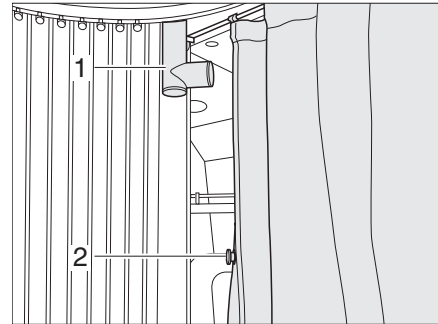

Bild 101 Befestigung des Duschvorhangs
- Handbrause entnehmen und in Halterung (Bild 101,1) einhängen.
- Duschvorhang zur Toilette mit dem Magneten (Bild 101,2) oder den Druckknöpfen schließen.